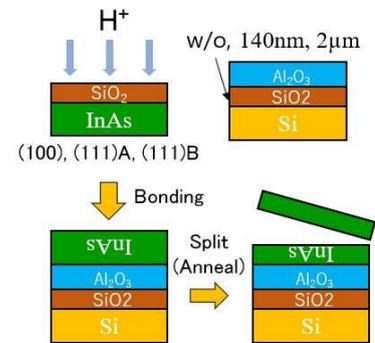

Fig. 1 Overview of Smart Cut process
【背景・目的】メタルS/Dを有するInAs nMOSFET [1]及びGe pMOSFET [2]は、金属界面とのフェルミレベルピンギを理由とすることにより、低温での素子作製が可能であることから、III-V nMOSFET と Ge pMOSFET を積層した3次元CMOSが期待できる[3]。この素子を実現するためには、高品質のInAs-OI (InAs-On-Insulator) 構造の実現が重要である。InAsのエピタキシャル成長では格子不整合の問題からバルクに近い品質の薄膜を得ることが困難であるが、直接基板貼り合せと注入イオンによるSplittingを組み合わせたSmart Cut法 (Fig. 1) は、格子不整合に関わらずバルクに近い品質の薄膜を実現するだけでなく、ドナー基板の再利用が出来るので経済性の観点からも優れている。しかしながらInAsへのSmart Cut法の適用例は少なく、-20°Cでイオン注入した例が報告されている[4, 5]のみであり、技術が確立しているとは言えない。本研究では室温イオン注入を用いたSmart Cut法により、InAs-OI構造が実現できること、またInAsの面方位によりInAs表面の平坦性が向上することを見出したので、報告する。
【実験・結果】作製プロセスをFig. 1に示す。面方位が(100), (111)A, (111)Bの3種類のInAs基板にPECVDでSiO₂を100nm堆積させた後、H⁺イオンをDose: 5×10¹⁶ cm⁻², Energy: 40keV, 注入レート: 1.73×10¹⁴ cm⁻²/min, 注入温度: 室温の条件で注入し、その後、BHFでInAs上のSiO₂を除去した。次に、Si上に熱酸化SiO₂を2μmもしくは140nm形成した基板、SiO₂が無い基板の3種類のSi基板を用意し、これら基板上にALDで5~10nmのAl₂O₃を堆積させた。全ての基板に対して、UV/O₃ cleaning, 超音波洗浄を行った後に、InAs 3種×Si 3種の計9種類の組み合わせで、直接基板貼り合せを行った。貼り合せ後の基板を100°Cで24h以上アニールした後に、200°CでアニールすることでInAsがSplitした。Fig. 2に2inchウェハ全面で実現されたInAs-OI基板の写真を示す。結果として、室温イオン注入によるSmart Cut法でのInAs-OI基板形成が実証された。Split直後のInAs-OIの表面の荒さはSiO₂の厚みに関係なく、Fig.3に見られる様に、(111)InAsを用いた場合のRMSは10~13nm, (100)InAsを用いた場合は30~40nmとなり、(111)の方が(100)よりも、Split後の表面の平坦性に優れていることが判明した。